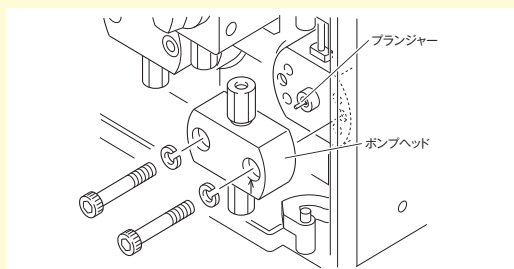

図2 ポンプヘッドの取外し
- ① プランジャーが一番奥に引っ込んだ状態で、ポンプを停止します。これは、ポンプヘッドを取り外す際、プランジャーが折れるのを防ぐため、絶対忘れないようにしてください。通常、このようなサービス機能が装置に装備されていますので、ご確認ください。
- ② ポンプヘッドに接続されている配管類を外します。
- ③ ポンプヘッドを取り外します（図2）。この時、ポンプヘッドは、プランジャーに沿って水平にゆっくり引き抜いてください。